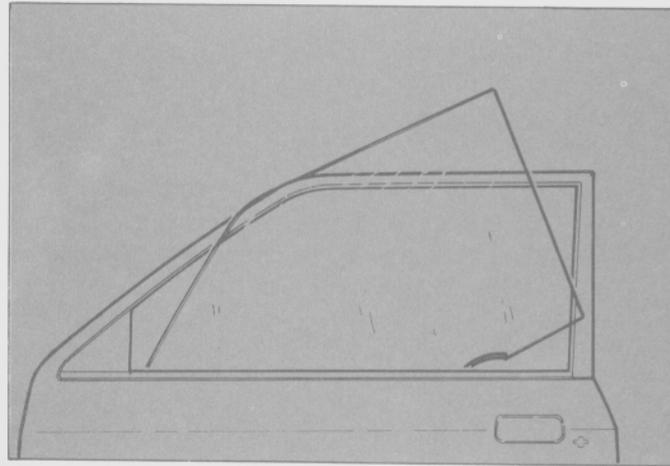

Fig. 176
- Montar la guía del vidrio e insertar el mismo (Fig. 176).